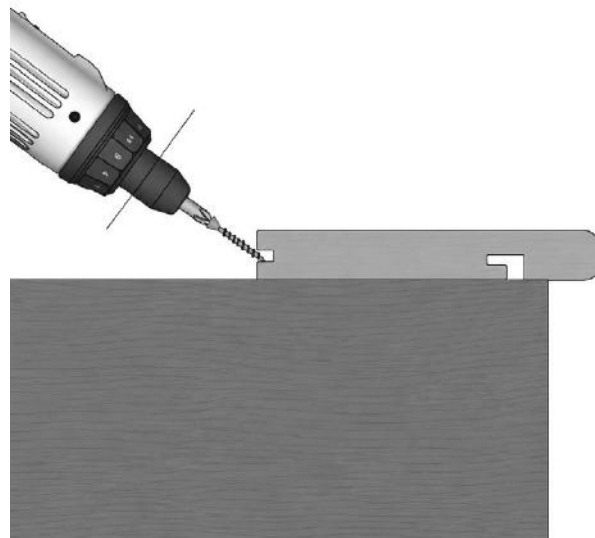

FIG. 22 – RANDPLANK ONDER 45° DOOR DE CLIPGROEF GESCHROEFD
- 08 Met de randplank op zijn plaats schroeft u onder een hoek van 45° door de groef voor de verdeckte clip en bevestigt u deze aan de regel (fig. 22). Boor voorboorgaten in de terrasplanken voor die 2 mm breder zijn dan de schroefschacht; draai schroeven niet te diep in de terrasplanken om te voorkomen dat het materiaal splijt.